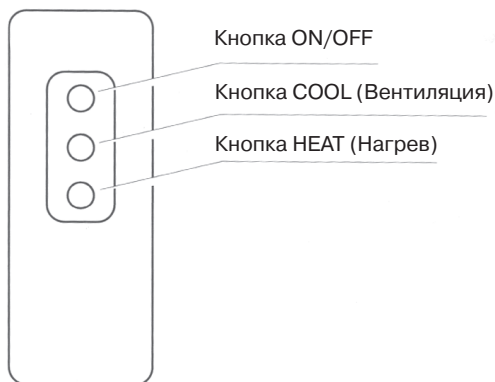

Рис. 2
5.3.1 Завеса управляется при помощи инфракрасного дистанционного пульта (рис.2) или же при помощи кнопки ON/OFF на панели завесы (Рис. 3а, Рис. 3б).
5.3.2.1 Управление с дистанционного пульта (рис.2)
5.3.4.1. Управление с дистанционного пульта (рис. 2)